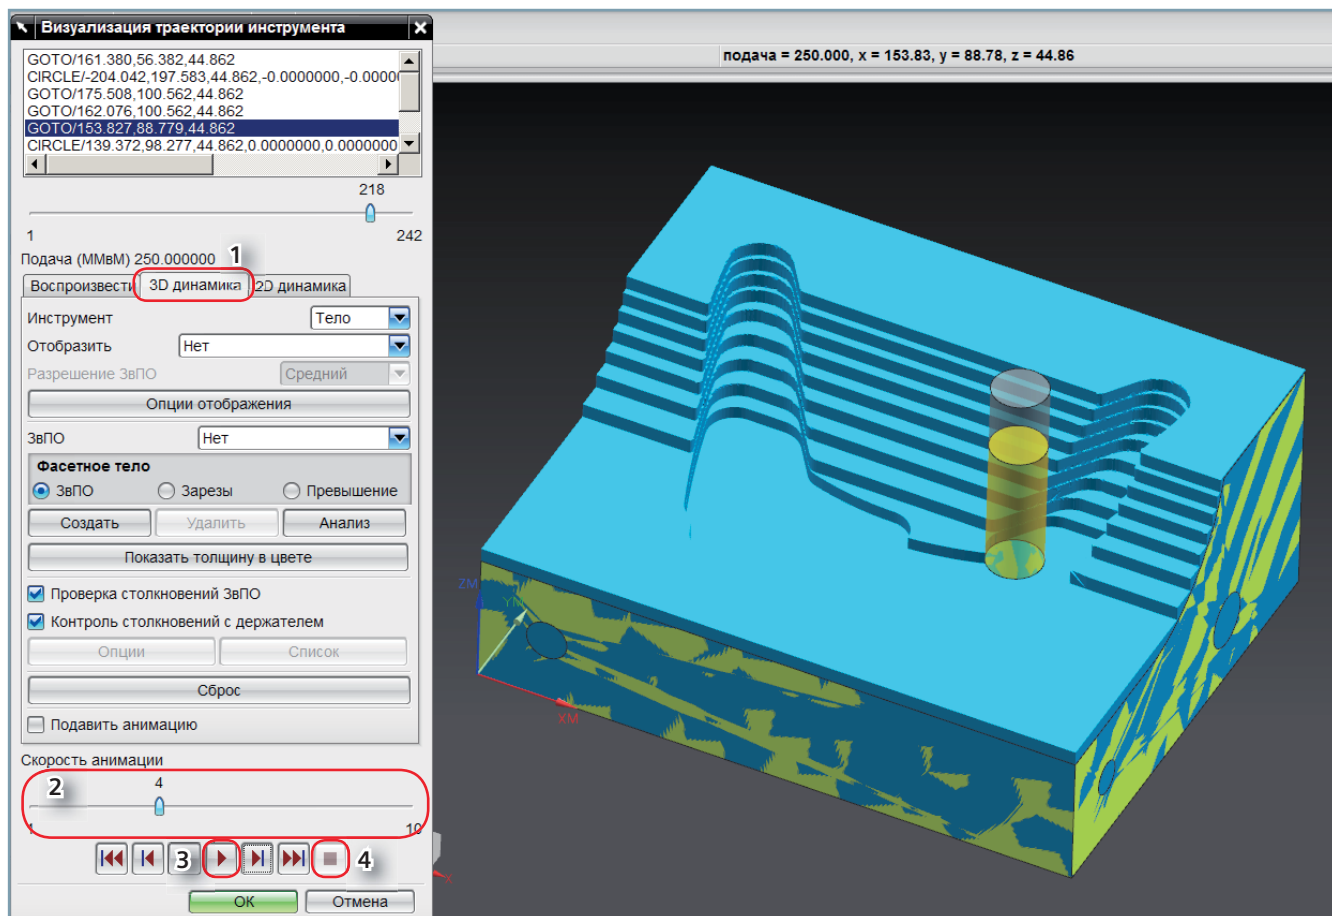

Рис. 1.35. Диалоговое окно управления верификацией и результат верификации операции обработки
- Появится диалоговое окно управления верификацией (рис. 1.35.).
- Переключитесь на вкладку **3D-динамика** (1)
- Уменьшите скорость анимации до 4 (2) и выполните команду **Вперед** (3).